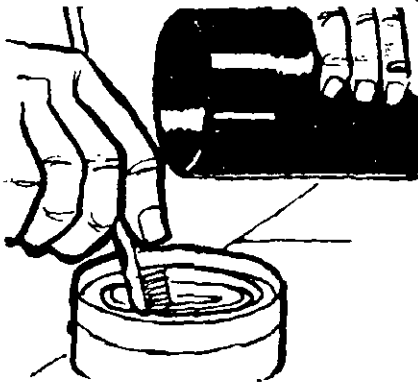

FIGURA R5-23 Mezcla del fundente
b. Siempre remueva el fundente antes de usarlo (véase figura R5-23), porque cuando está en reposo algunos de sus ingredientes tienden a asentarse en el fondo, en especial en climas cálidos. Use un cepillo. Nunca aplique con sus dedos el fundente en pasta; el sudor y los aceites que contienen pueden evitar que el fundente se adhiera